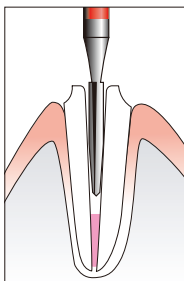

図2
③ 一番径の細いジーシー ファイバーポスト ドリルから使用して、測定した深さまで根管を形成します図2)。